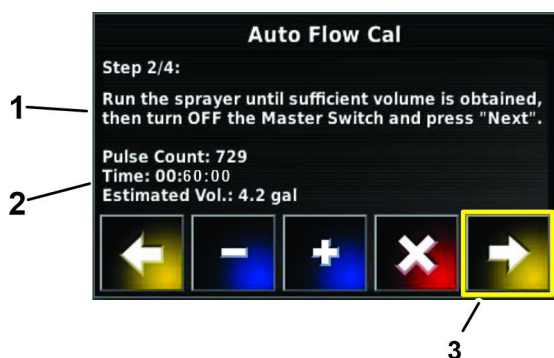
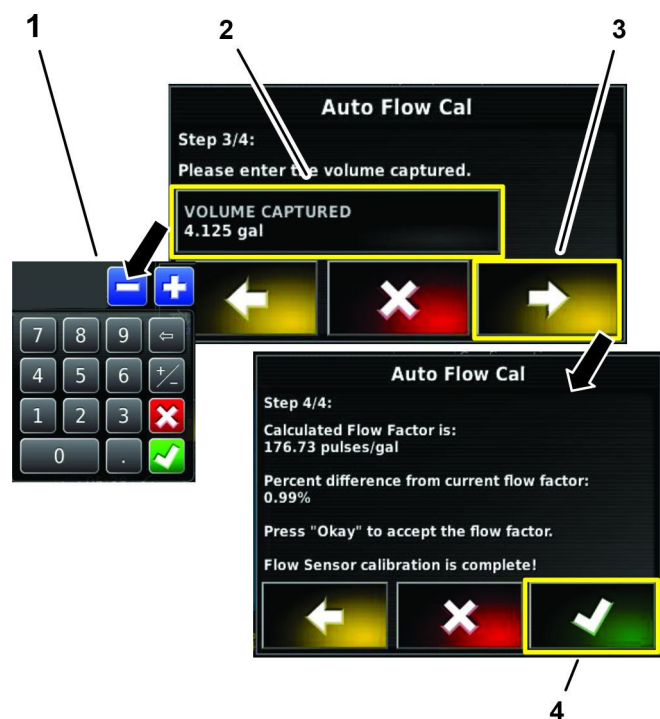

图 84
图 85
12. 計算で求めた水量を、キーボードから入力する 図 84 と 図 85。